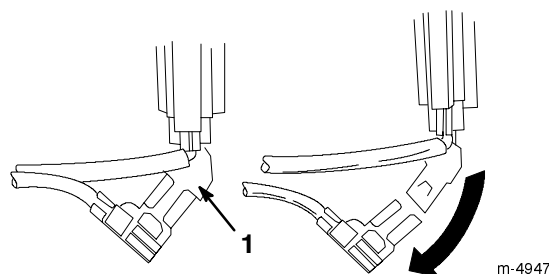

Figure 17
6. Débranchez le clip du fil de terre vert sous le starter (Fig. 17).